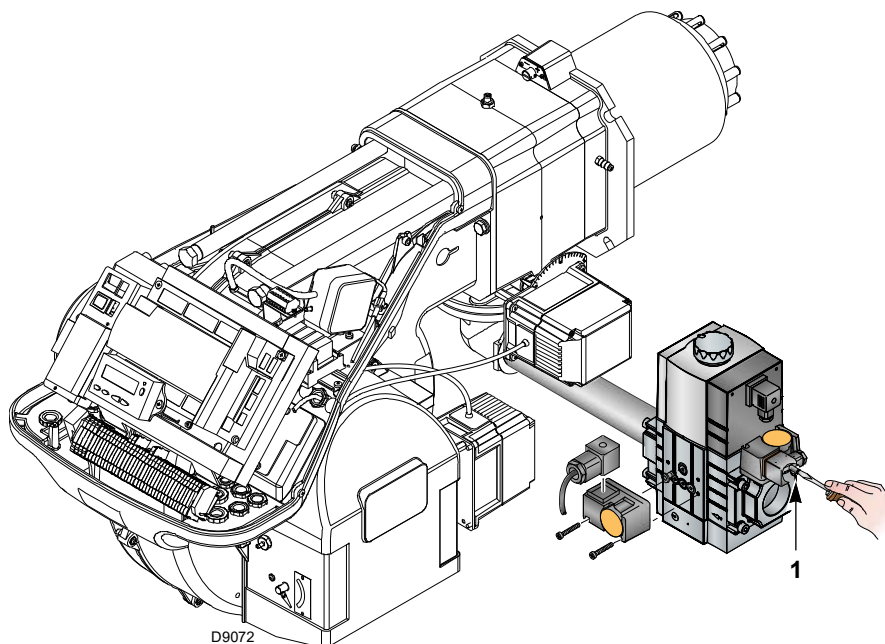

Fig. 26
- Controllare la pressione di alimentazione del gas collegando un manometro sulla presa di pressione 1)(Fig. 26) del pressostato gas di minima: deve essere inferiore alla pressione massima consentita della rampa gas, riportata nella tar-
- Sfiatare l'aria dalla tubazione della rampa gas, collegando un tubo in plastica sulla presa di pressione 1)(Fig. 26) del pressostato gas di minima. Portare all'esterno dell'edificio il tubo di sfiato, fino ad avvertire l'odore del gas.